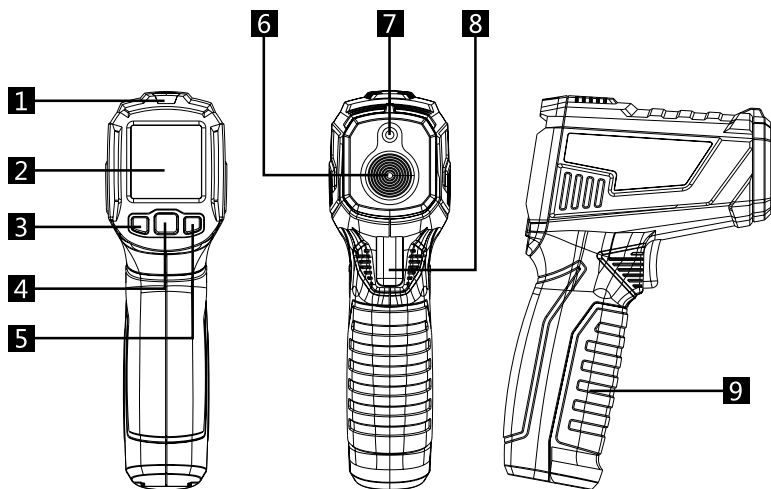

Fig. 1 – Componentes
- Apriete el gatillo (8 - Fig. 1). Mientras el gatillo esté presionado el termómetro estará tomando la medida.
- a. Para utilizar la mira láser, pulse el gatillo (8 - Fig. 1) para encender el instrumento y luego pulse el botón 3 - Fig1. El símbolo  aparecerá en la pantalla.
- b. Apriete de nuevo el gatillo (8 - Fig.1). Aparecerá un punto láser para ayudar a localizar el lugar donde se está realizando la lectura. Mientras el gatillo esté presionado, el termómetro realizará la medición.
- d. Para desactivar la función de puntería láser, vuelva a pulsar el botón 3 - Fig. 1. Observe que el símbolo  desaparecerá de la pantalla del termómetro.
- a. Para activar la luz de fondo, pulse el gatillo (8 - Fig. 1) para encender el aparato.
- b. Pulse el botón  (5 - Fig. 1).
- c. Se encenderá una luz de fondo en la pantalla. Para apagar la luz de fondo, basta con pulsar de nuevo el botón  (5 - Fig. 1).
- a. Para cambiar la unidad de medida de °C a °F o de °F a °C, pulse el gatillo (8 - Fig. 1) para encender el instrumento.
- b. Mantenga pulsado el botón "MENU" (4 - Fig.1), para acceder al menú de ajustes.
- c. Cuando acceda al menú de ajustes, pulse de nuevo el botón "MENU" (4 - Fig.1) durante 3 veces más, hasta que el símbolo de la temperatura (°C o °F) comience a parpadear. A continuación, utilice los botones de navegación (3 y 5 - Fig. 01) para seleccionar la unidad de medida deseada (°C o °F).
- d. Una vez elegida la unidad deseada, pulse el gatillo (8 - Fig. 1) para confirmar.
- **Ajuste de la función Hi:** en esta función es posible establecer un valor máximo de temperatura a ser medido, que al ser alcanzado emitirá una alarma visual (el indicador LED se encenderá (1 - Fig. 1), informando que la temperatura "límite" ha sido alcanzada. Para configurar esta función, proceda como sigue:
- a. Mantenga pulsado el botón **"MENU"** (4 - Fig. 1), para acceder al menú de ajustes.
- d. Tras ajustar el valor deseado, pulse el botón **"MENU"** (4 - Fig. 1) para confirmar el ajuste.
- **Ajuste de la función Low:** en esta función es posible establecer un valor mínimo de temperatura a ser medido, que al ser alcanzado, emitirá una alarma visual (el indicador LED se encenderá (1 - Fig. 1), informando que la temperatura "límite" fue alcanzada. Para configurar esta función, proceda como sigue:
- a. Mantenga pulsado el botón **"MENU"** (4 - Fig. 1), para acceder al menú de ajustes. A continuación, vuelva a pulsar hasta que el indicador **€** se ilumine.